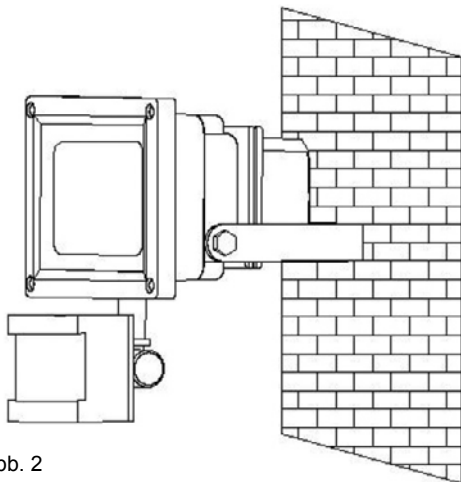

Abb. 2
- Das Flutlicht kann nur horizontal montiert werden (Siehe Abbildung 2).